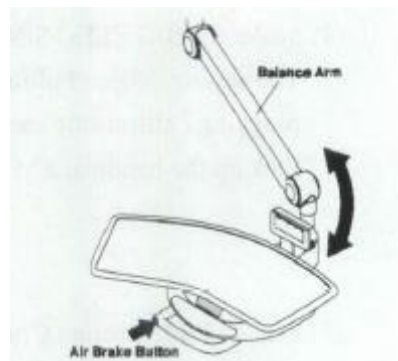

Рис. 3-18 Пневматический тормоз балансира
(7) Пневматический тормоз балансира (Рис. 3-18)